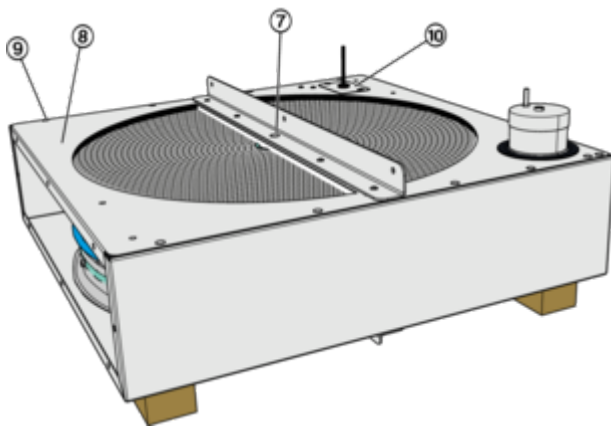

Abb. 51: RWT
12. ▶ Blech (Abb. 51 /8) mit Schrauben (Abb. 51 /9) um wieder montieren.
Mittelschraube (Abb. 51 /7) mit Schraubensicherung (z.B. Loctite 243) einschrauben.
Deckel (Abb. 51 /10) am Sensor wieder montieren und Position des Sensors prüfen.